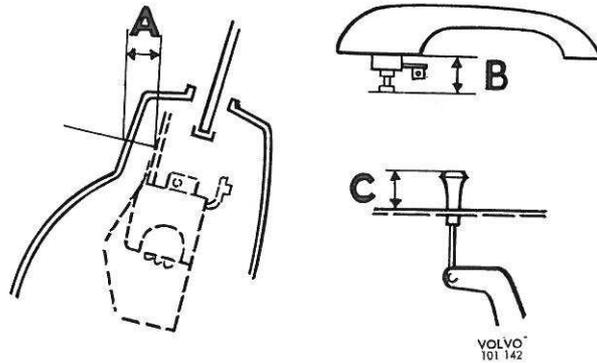

Figure 28. Cotes de réglage pour fermeture de porte
2. Régler la cote A, figure 28, à  $15 \pm 0,5$  mm en pivotant la fermeture. Bien serrer la fermeture. Si le pivotement de la fermeture ne permet pas d'obtenir la cote A correcte, il faudra, après fixation de cette fermeture dans la position la plus proche de cette cote A, faire un réglage de précision en recourbant le levier (5). La cote A doit être maintenue dans les limites de tolérances permises.
3. Pousser vers l'arrière la commande à distance (12), sur laquelle a été montée au préalable la goupille fendue (11), jusqu'à ce que le levier (9) bute contre la fermeture (10). Fixer la commande à distance dans cette position. Enlever la goupille fendue (11).
4. Remonter le levier (7) pour le bouton de verrouillage inférieur (15).
2. Tourner la fermeture pour régler la cote A, figure 28, à  $17 \pm 0,5$  mm. Bien serrer la fermeture dans cette position. S'il est impossible d'obtenir la cote A en faisant pivoter la fermeture, il faut fixer cette dernière dans une position la plus proche possible de cette cote A et faire ensuite un réglage de précision en recourbant le levier (5). La cote A doit être maintenue dans les limites de tolérances permises.
3. Pousser vers l'arrière la commande à distance (13), sur laquelle on a mis préalablement la goupille fendue (12), jusqu'à ce que le levier (10) bute contre la fermeture (11). Fixer la commande à distance dans cette position. Retirer la goupille fendue (12).
4. Remonter le levier (17) et reconnecter l'articulation (16) avec le levier (7).
5. Placer le levier (7) en position de verrouillage, c'est-à-dire en arrière, contre la fermeture, et le levier (14) en position de verrouillage à l'arrière. Vérifier, par l'orifice de contrôle par lequel passe la goupille fendue (12), que le levier s'engage complètement dans la position de verrouillage. Dans cette position, verrouiller le levier (14) sur l'articulation (16) avec des vis mises à l'attache (15). S'assurer que l'articulation (16) ne frotte pas contre la doublure intérieure de la porte. Elle ne doit pas
1. Vérifier la cote B, figure 28, qui doit être de  $15 \pm 1$  mm. Régler cette cote en cas de nécessité. Serrer le contre-écrou (2) sur la vis (3), figure 26.
2. Remonter la poignée extérieure (1) sur laquelle on a monté au préalable la tige articulée (6).
3. Relier la tige articulée (6) au levier (14). Le réglage se fait ici en choisissant l'un des trois trous sur la tige articulée, de telle manière que ce trou coïncide avec le dégagement sur la poignée extérieure. Vérifier cette coïncidence en faisant passer une goupille (4) à travers le trou de la poignée extérieure comme le montre la figure. Cette coïncidence doit avoir lieu lorsque le bouton de verrouillage (15) est enfoncé, c'est-à-dire lorsque le levier (7) est enfoncé et que le levier (8) est déplacé en arrière, contre la fermeture (10).
1. Vérifier la cote B, figure 28, qui doit être de  $15 \pm 1$  mm. Régler en cas de nécessité. Serrer le contre-écrou (2) sur la vis (3), figure 26.
3. Relier la tige articulée (6) au levier (14). Placer le levier dans la poignée dans une position telle qu'on puisse introduire une goupille (4) de 3 mm dans le trou sur la poignée. En cas de nécessité, on peut faire le réglage en vissant ou en dévissant la tige articulée (6) jusqu'à ce que la boucle de cette tige coïncide avec le levier (14) sur la fermeture.
1. Vérifier la cote B, figure 28, qui doit être de  $15 \pm 1$  mm. Régler en cas de nécessité. Serrer le contre-écrou (2) sur la vis (3), figure 27.
3. Relier la tige articulée (6) au levier (8). Placer le levier de la poignée dans une position telle qu'on puisse introduire une goupille (4) de 3 mm dans le trou de la poignée. Le réglage se fait en vissant ou en dévissant la tige articulée (6) jusqu'à ce que la boucle de cette tige coïncide avec le levier (8) sur la fermeture.
Lorsque le bouton de verrouillage est enfoncé, la cote C, figure 28, doit être de  $12 \pm 1$  mm, sur les portes avant comme sur les portes arrière.